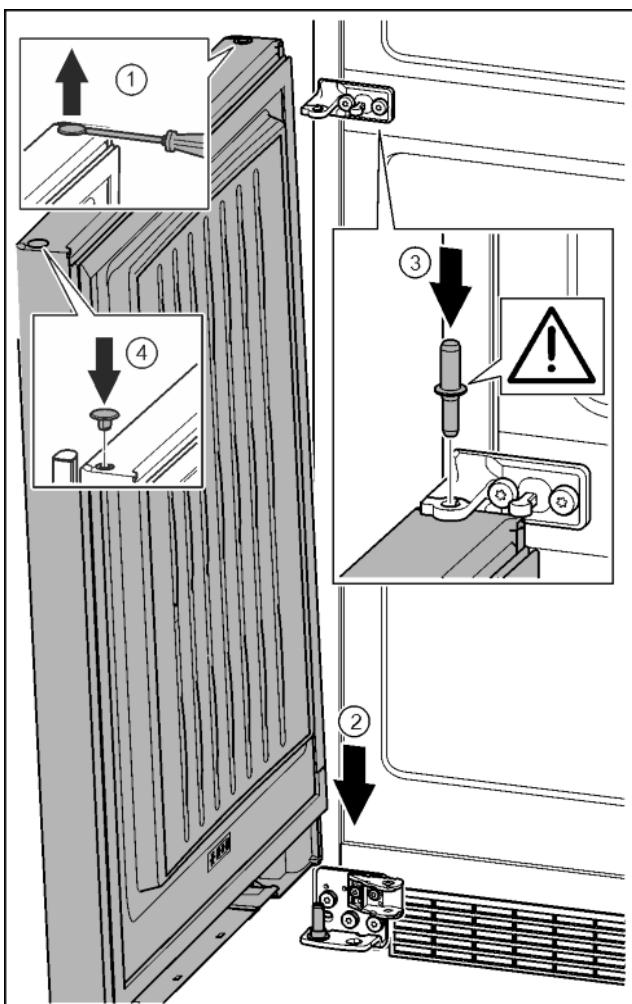

Fig. 38
- За допомогою шліцевої викрутки обережно підніміть пробку та витягніть її. Fig. 38 (1)
- Встановіть дверцята зверху на нижній опорний гвинт. Fig. 38 (2)
- Середній опорний гвинт встановіть в нижні дверцята через середній опорний кронштейн. При цьому виступ фіксатора повинен бути спрямований назад. Fig. 38 (3)
- Знову вставте пробку з іншого боку дверцят. Fig. 38 (4)